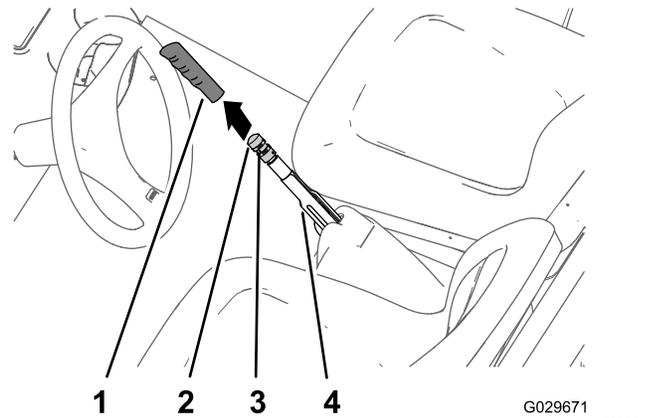

Bild 56
1. Nehmen Sie den Griff vom Feststellbremshebel ab (Bild 56).
2. Lösen Sie die Stellschraube, mit der das Feststellbremshandrad am Feststellbremshebel befestigt ist (Bild 56).
3. Drehen Sie das Einstellhandrad für die Bremse, bis eine Kraft von 133 bis 156 N erforderlich ist, um den Feststellbremshebel zu betätigen (Bild 56).
4. Ziehen Sie die Stellschraube fest und befestigen den Handgriff (Bild 56).
- C. Drehen Sie das Einstellhandrad für die Bremse (Bild 56), bis eine Kraft von 133 bis 156 N erforderlich ist, um den Feststellbremshebel zu aktivieren.
2. Lösen Sie die Stellschraube (Bild 56), mit der das Bremseinstellhandrad am Feststellbremshebel befestigt ist, lösen Sie die Feststellbremse und das Bremseinstellhandrad.
- Ziehen Sie die Stellschraube fest und befestigen den Handgriff (Bild 56).
5. Drehen Sie das Einstellhandrad für die Bremse (Bild 56), bis eine Kraft von 133 bis 156 N erforderlich ist, um den Feststellbremshebel zu aktivieren.